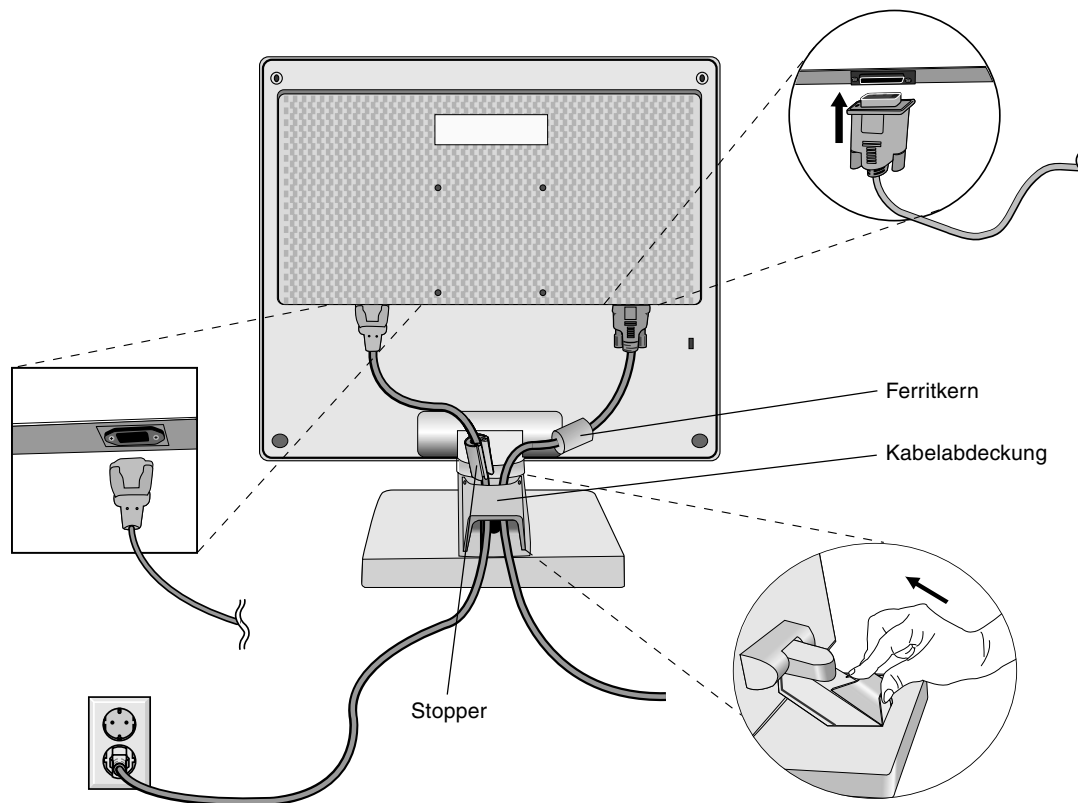

Abbildung C.1
4. Stecken Sie den Mini-D-SUB-Stecker (15 Stifte) des Signalkabels in die entsprechende Buchse auf der Rückseite des Monitors (**Abbildung C.1**).
5. Stecken Sie ein Ende des Netzkabels in den LCD1701-Monitor und das andere Ende in die Steckdose ein. Platzieren Sie Signal- und Netzkabel unter die Kabelabdeckung (**Abbildung C.1**). Bringen Sie die Kabelabdeckung wieder an.
HINWEIS: Bringen Sie die Kabel so unter der Kabelabdeckung an, dass weder Kabel noch Monitor beschädigt werden können. Richten Sie bitte die Kabel so aus, dass sich der Ferritkern und der Stopper oberhalb der Kabelabdeckung befinden (**Abbildung C.1**).